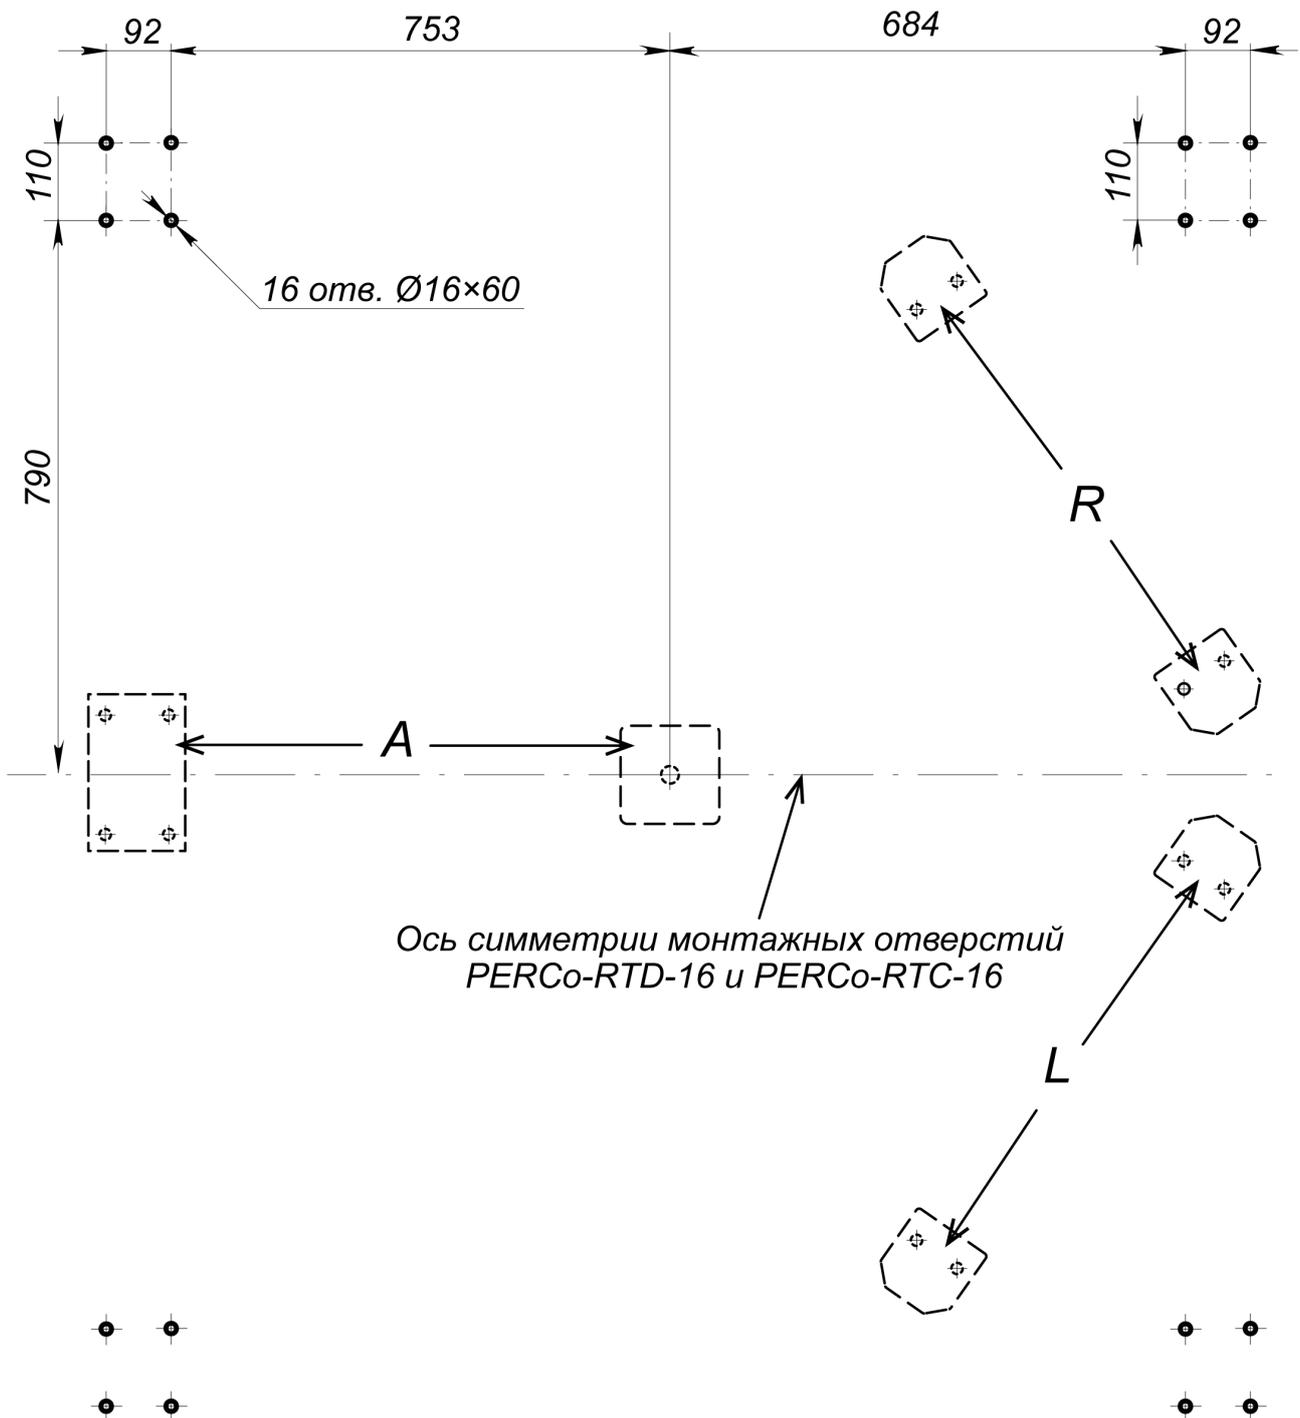

Рисунок 3. Схема разметки отверстий для установки крыши **PERCo-RTC-16**
2. Выполните на установочной поверхности разметку отверстий для монтажа стоек (3) в соответствии с рис. 3. Разметку отверстий для монтажа крыши рекомендуется выполнять одновременно с разметкой отверстий для монтажа турникета. Оси симметрии монтажных отверстий турникета и крыши совпадают (см. рис. 3).